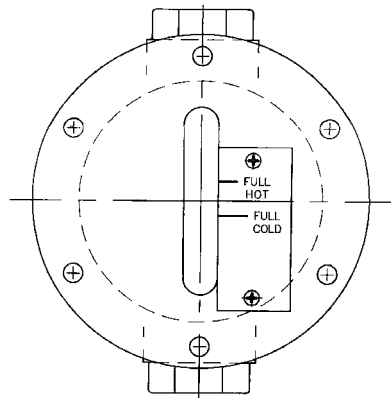

Figura 23 Oblò
4. Rimuovere il tappo dalla porta di riempimento della pompa e versare il liquido fino al livello FULL COLD (Freddo completo) sull'oblò come mostra la Figura 23. Il liquido può anche essere rabbocato dall'ingresso della pompa o dalla pompa a vuoto iniziale.